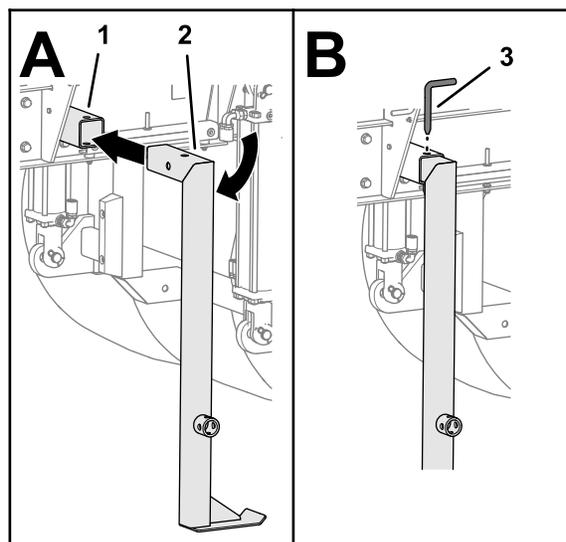

Рисунок 23
5. Поверните опорную лапу заднего домкрата вниз и вставьте ее в трубу опорной лапы (Рисунок 23).
6. Совместите отверстия в опорной лапе домкрата и трубе и закрепите опорную лапу домкрата пальцем (Рисунок 23).